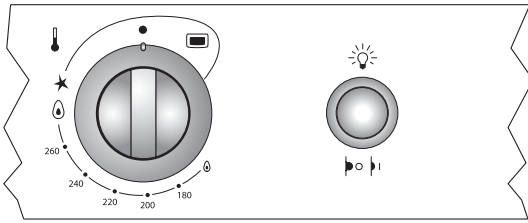

Fig. 3
2. En la posición CERRADO (0) (Fig. 3) oprima y gire, en sentido antihorario, la perilla del horno hasta la posición MAXIMO (☉).
efectivamente funcione. El mismo debe estar ubicado preferentemente del lado izquierdo de cada artefacto visto desde el frente (Figs. 3 y 4).